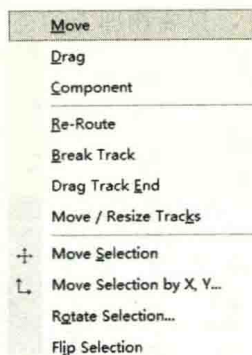

图 8-24 移动命令菜单
(1) 将鼠标指针放置在对象上, 按住鼠标左键, 然后直接移动鼠标, 即可完成对象的移动, 常见于对单个对象进行移动的情况。
(2) 可利用移动命令进行移动。执行按键命令“M”, 弹出移动命令菜单, 如图 8-24 所示。在此介绍几种常用的移动命令。